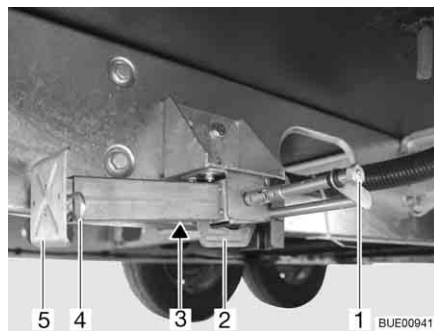

Fig. 20 Vérin stabilisateur
- Placer la clé à pipe sur l'écrou à six pans (Fig. 20,1) et tourner jusqu'à ce que le vérin stabilisateur soit en position verticale vers le bas.
- Lorsque la longueur des vérins stabilisateurs est réglable, faire sortir la goupille (Fig. 20,4) de la rallonge du pied d'appui (Fig. 20,5).
- Placer la clé à pipe sur l'écrou à six pans (Fig. 20,1) et tourner jusqu'à ce que le vérin stabilisateur se dégage du sol.
- Rentrer complètement la rallonge du pied d'appui (Fig. 20,5) et insérer la goupille (Fig. 20,4) dans le trou prévu à cet effet.
- Tourner l'écrou à six pans (Fig. 20,1) jusqu'à ce que les vérins stabilisateurs soient pivotés vers le haut et que la glissière (Fig. 20,2) soit arrivée complètement à l'extrémité de la fente (Fig. 20,3).